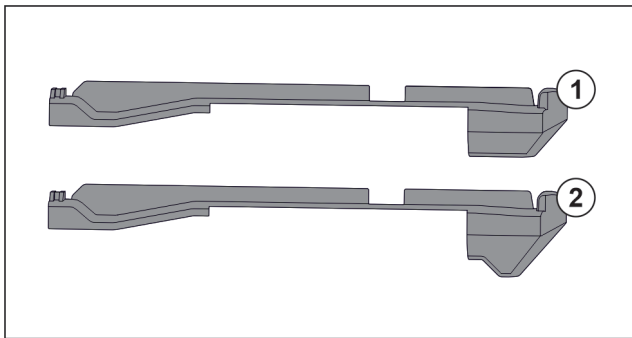

Fig. 46 Vergelijking van de insteekelementen
In het apparaat bevinden zich twee verschillende insteek-elementen. Het insteekelement boven de onderste lade Fig. 46 (2) heeft een driehoekige rand. Alle overige insteek-elementen Fig. 46 (1) hebben een rechte rand.
- ▶ Insteekelement Fig. 46 (2) met de driehoekige rand boven de onderste lade aanbrengen.
- ▶ Insteekelement Fig. 46 (1) met rechte rand op alle overige plekken aanbrengen.